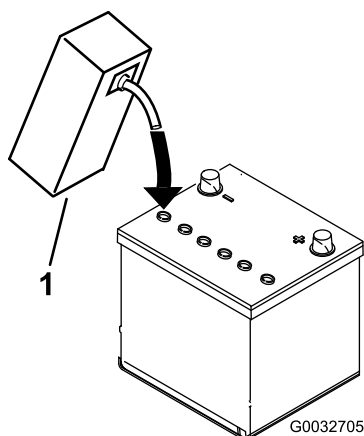

図 7
3. 各セルの電極板が液面下 6 mm 程度に水没するまで、電解液を慎重に入れる 図 7。
4. 電極板が液を吸収するまで20-30分間程度待つ。必要に応じて、電極板が6 mm程度水没するぐらいに電解液を補充する図 7。